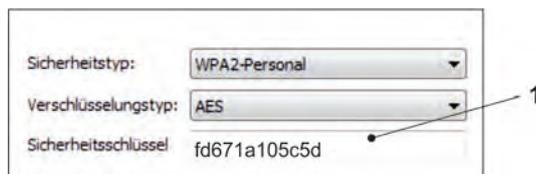

Abb. 31-22 Sicherheitsschlüssel eingeben und verbinden
4. Sicherheitsschlüssel (Passwort) (Auslieferungszustand = PUK; hier fd671a105c5d als Beispiel) (Abb. 31-22 Pos. 1) eingeben und verbinden.